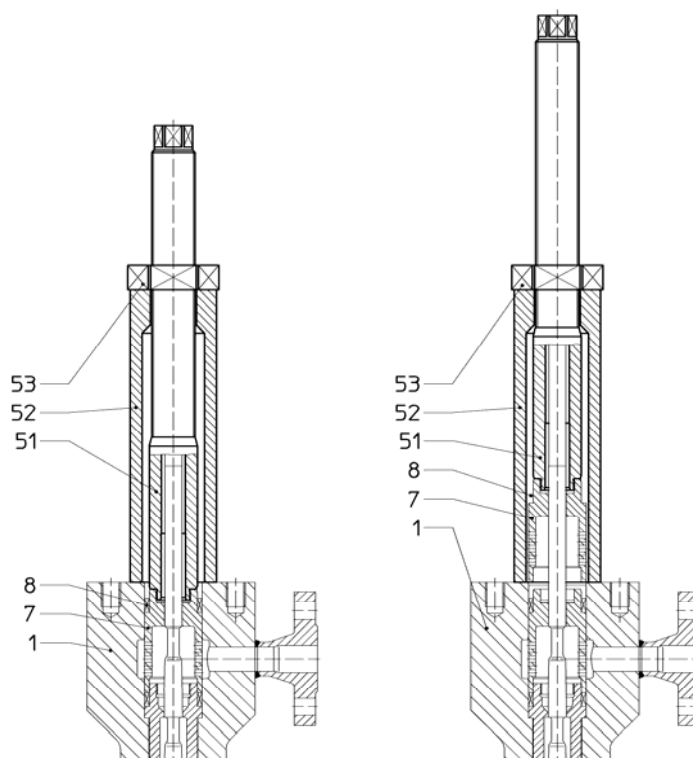
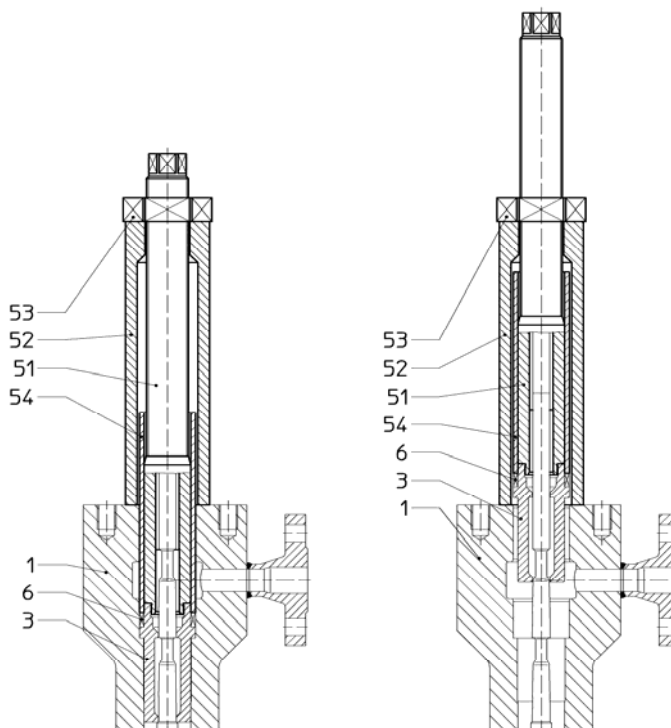

Рисунок 6: Демонтаж сита
Рисунок 7: Демонтаж седла
Выполнить демонтаж сита с направляющей (7) и сальниковой прокладки (8) с помощью инструмента для демонтажа (рис.6). Для этого резьбовой стержень (51) соединяется болтами в сите, а втулка (52) выводится через резьбовой стержень. С помощью вращения гайки (53) против втулки из корпуса (1) извлекается сито (7) и прокладка (8).
Теперь снимается седло (3) и сальниковая прокладка (6) так же, с помощью приспособления для демонтажа (рис.7). Резьбовой стержень (51) соединить болтами с седлом (3) и вытащить трубку (54) над резьбовым стержнем. Труба служит направляющей при демонтаже седла. Теперь поместить втулку (52) через резьбовой стержень на корпус (1) и с помощью вращения гайки (53) против втулки вытащить седло (3) с набивкой (6) из корпуса (1).
Установку седла (3) производите с учётом последующих пунктов, а также рис. 7:
- Введите седло (3) с помощью винторезного стержня (51) в корпус (1).
- Отдельные сальниковые уплотнительные кольца (6) продвиньте через резьбой стержень (51) и придавите с помощью трубки (54).
- Отвинтите резьбой стержень из седла (удерживая трубку). При монтаже втулка (52) и гайка (53) не нужны.
Установку сита с направляющей (7) производите с учетом следующих пунктов, а также рис. 6:
- Введите сито с направляющей (7) с помощью резьбового стержня (51) в корпус.
- Продвиньте сальниковую прокладку (8) через резьбовой стержень и прижмите трубкой (54) к ситы с направляющей (7).
- Открутите резьбовой стержень от сита (удерживая трубку). При монтаже втулка (52) и гайка (53) не нужны.